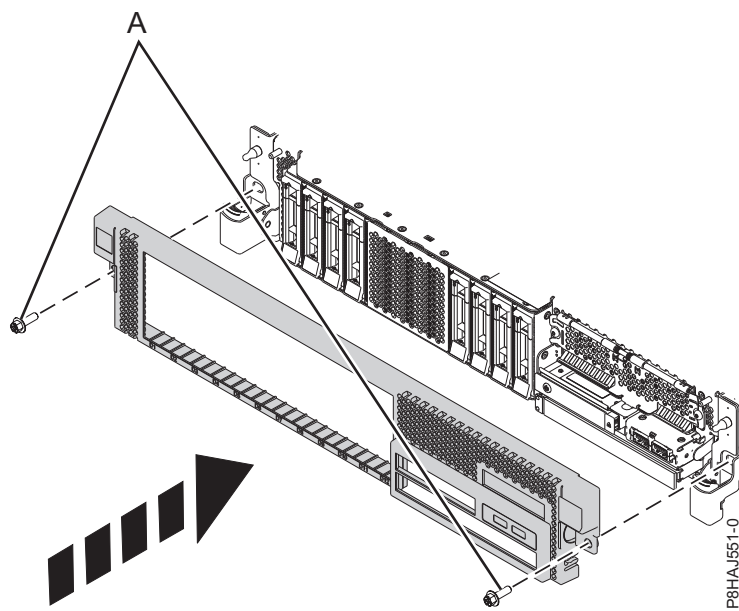

Figure 12. Installation du capot avant
3. Appuyez sur les loquets dans le sens indiqué dans la figure 12, à la page 29. Le capot avant se met en place ; il est doté d'un renforcement permettant de le tenir plus facilement.
4. Remettez en place les vis de transport (A).